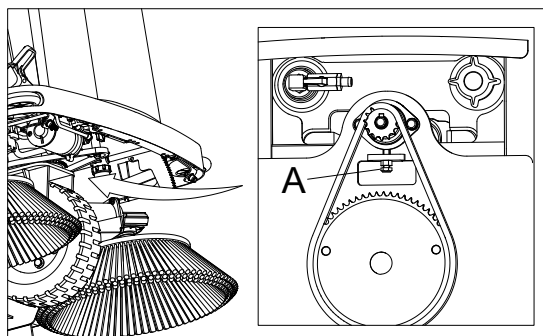

Figura 40
4. Quando la ruota anteriore è allentata, regolare la vite di regolazione della catena della ruota (A, Figura 40) sulla parte anteriore della macchina per assicurarsi che la catena della ruota sia ben serrata.